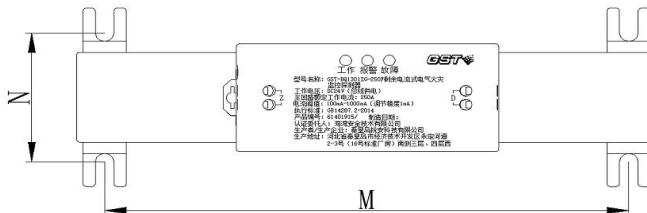

图 2 第一种螺钉安装方式
2、探测器采用螺钉安装方式，有两种方式，第一种方式安装尺寸如下图 2 所示，单位 (mm)；第二种方式安装尺寸如下图 3 所示，单位 (mm)。